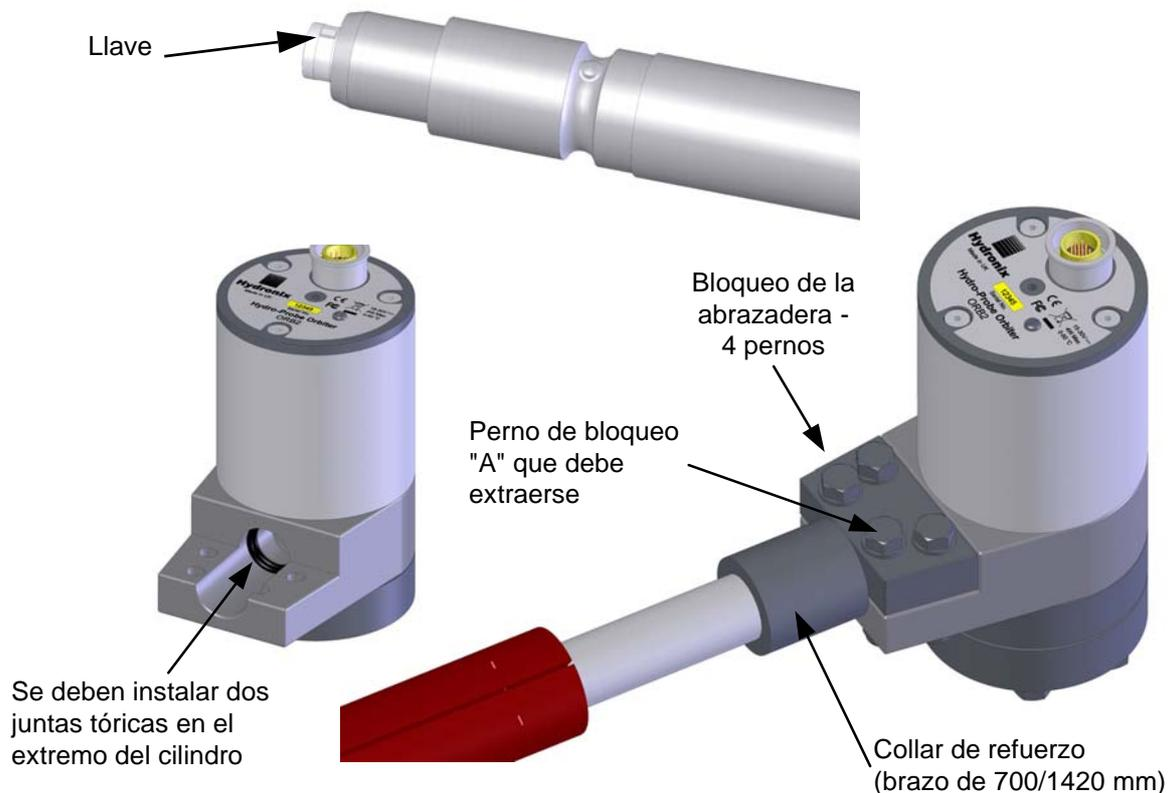

Figure 2: Instalación del brazo de detección en el cabezal del sensor
Otra función adicional facilitada con el brazo de detección de 700 mm es una abrazadera de refuerzo que se instala sobre la parte superior del brazo (consulte la Figure 2). Esta se incluya para aumentar la resistencia del brazo.
- Afloje los 4 pernos de la abrazadera del brazo de detección del cabezal y extraiga el perno de bloqueo (A).
- Instale las dos juntas tóricas. Estas deben situarse dentro de los bloqueos de las abrazaderas contra el escalón, tal y como se muestra en la Figure 2.